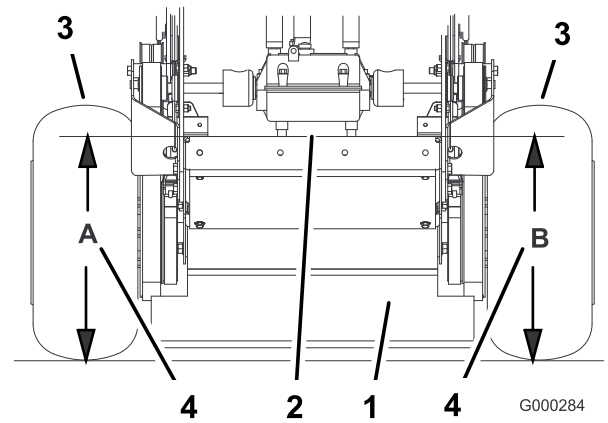

Figura 63
- Mida la altura de la carcasa del motor en la posición **B** (Figura 63).
- Mida la altura de la carcasa del motor en la posición **A** (Figura 63).